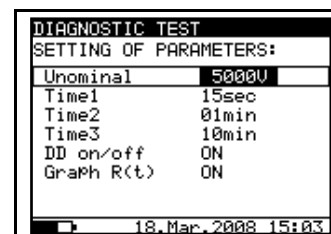

Рис. 18. Меню настроек при диагностической проверке
- Нажмите клавишу **SELECT**, на экране появится меню настроек, см. рисунок 18.